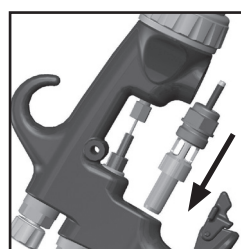

Fig. 35
10. Insérer l'ensemble soupape d'air dans le pistolet en le faisant passer soigneusement par-dessus le ressort et dans le joint arrière. (Voir fig. 35)